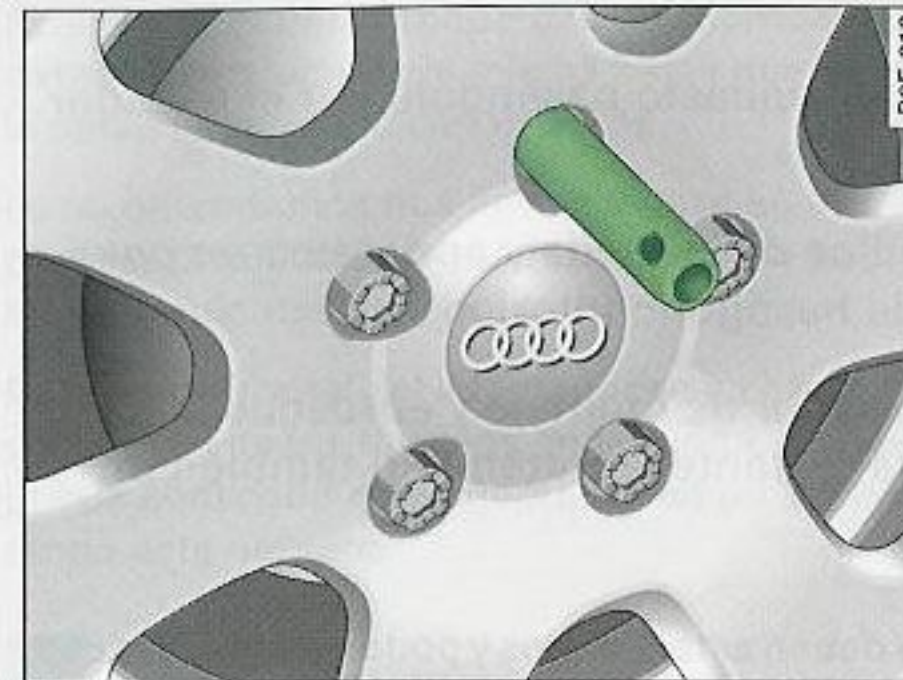

Fig. 257 Cambio de rueda: Pasador de montaje en el agujero superior
- Atornille a mano el **pasador de montaje** (herramientas de a bordo) en la rosca que ha quedado libre ⇒ fig. 257.